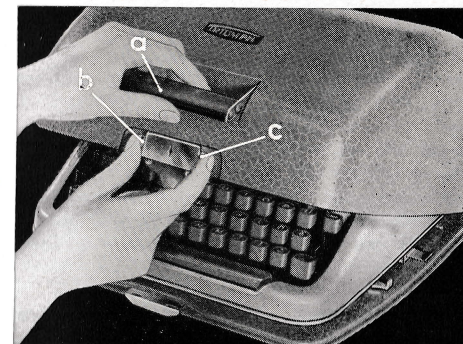
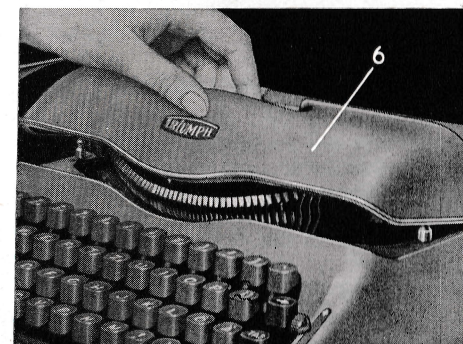

Abb. 1
Abb. 3
Um die Abdeckhaube (6) abzunehmen, greift man in die Aussparung und klappt sie — wie bei einer Scharnierlagerung — vorn auf. Dadurch wird sie von der Arretierung gelöst. Die Abdeckhaube kann abgenommen werden (Abb. 3).
Zuerst hinter die beiden inneren Zinken (Bild 1), dann unter die beiden mittleren Haken (Bild 2), zuletzt in die beiden äußeren Haken (Bild 3).